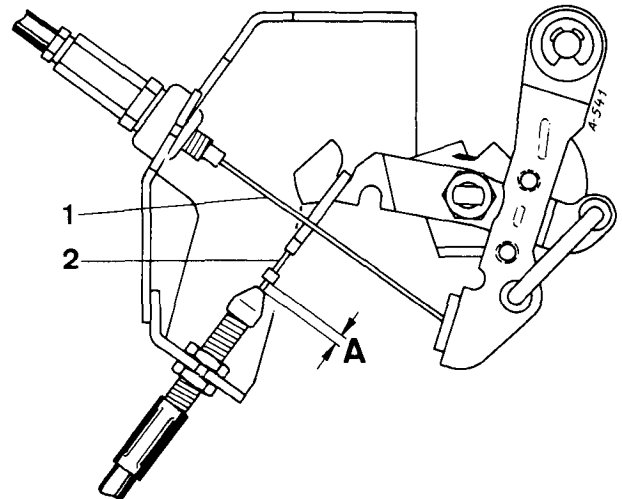
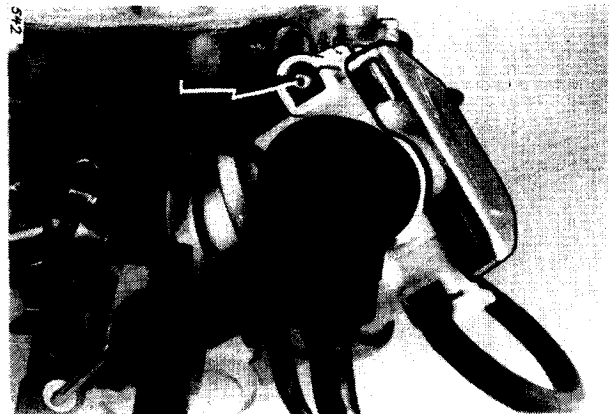

Bild 28
Bild 28a
11. GASBETÄTIGUNG (Bild 28, 28a)
a) Gasbowdenzug (1):
- Belüftende Seite (Pfeil) Bild 28a des Drosselklappenanstellers verschließen und Motor abstellen. Der Stößel des Drosselklappenanstellers wird dabei ganz zurückgezogen (Schubstellung).
- Bowdenzug (1) Bild 28 so einstellen, daß ein leichtes Spiel vorhanden ist.
b) Bowdenzug (2) zusätzlich für Automatik:
- Bowdenzug (2) so einstellen, daß das Spiel (A) vorhanden ist.